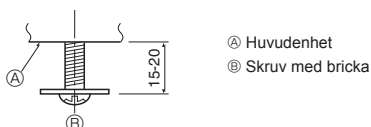

Fig. 9-5
9.4.1. Förberedelser (Fig. 9-5)
• Montera de två medföljande skruvarna med bricka ② till huvudenheten (i hörnområdet vid dräneringsröret och i motstående hörn), se bild.